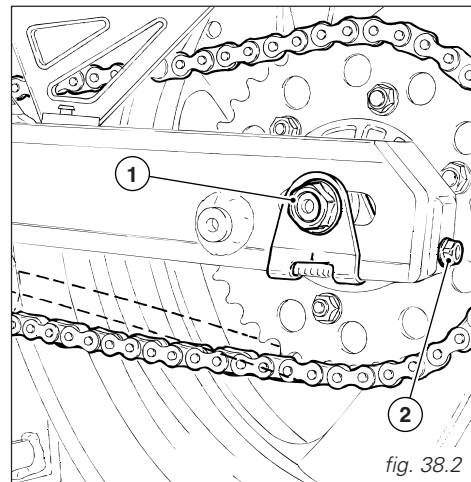

fig. 38.2
allentate il dado (1, fig. 38.2) del perno ruota. avvitate della stessa entità, in senso orario, la vite (2) su entrambi i lati del forcellone per aumentare la tensione o svitate per diminuirla. In quest'ultimo caso è necessario spingere in avanti la ruota.
slacken the nuts (1, fig. 38.2) of the wheel spindle.